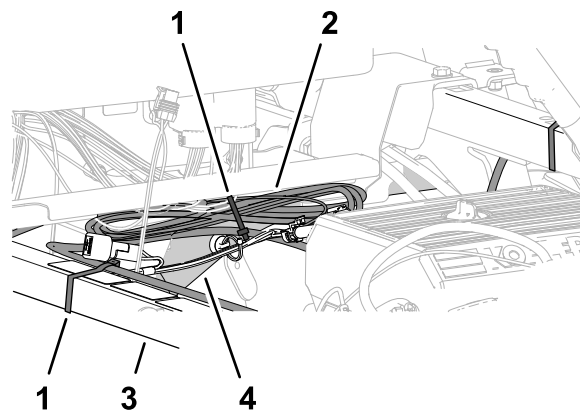

Figura 215
2. Sujete el arnés de datos al tubo de sujeción del amortiguador con una brida (Figura 215).
3. Sujete el exceso de cables del arnés de datos al tubo superior derecho del bastidor con una brida (Figura 215).
1. Recoja el exceso de cables del arnés de datos contra el tubo superior derecho del bastidor (Figura 215).